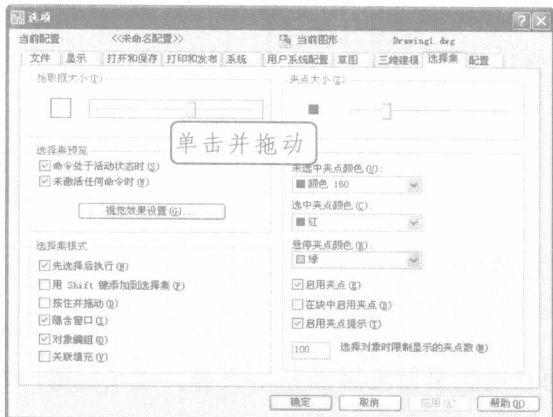
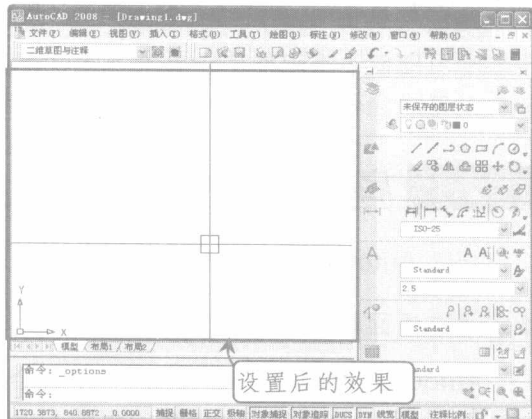

图 1-6 设置拾取框的大小
图 1-7 设置后的工作环境
Step 5 切换到“选择集”选项卡，在“拾取框大小”栏下拖动滑块至如图 1-6 所示的位置处，单击 **确定** 按钮，使其工作环境如图 1-7 所示【源文件\第 1 章\圆.dwg】。